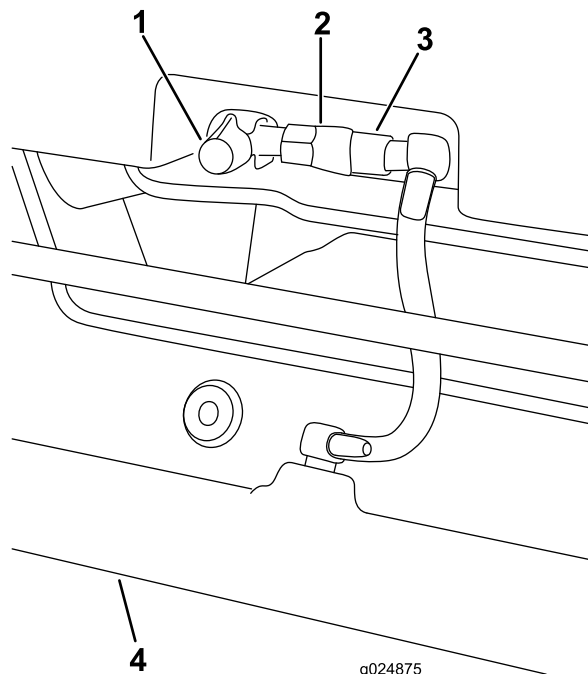

Figure 10
3. Vérifiez le collecteur d'arrosage (Figure 10) et éliminez les saletés ou débris.
1. Détacher le coupleur de valve (Figure 10).